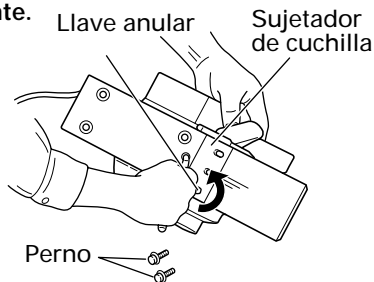

Fig. 6
- (1) Tal como se observa en la Fig.6, extraiga los tres pernos de fijación de la cuchilla con la llave anular suministrada, y saque el sujetador de cuchilla.